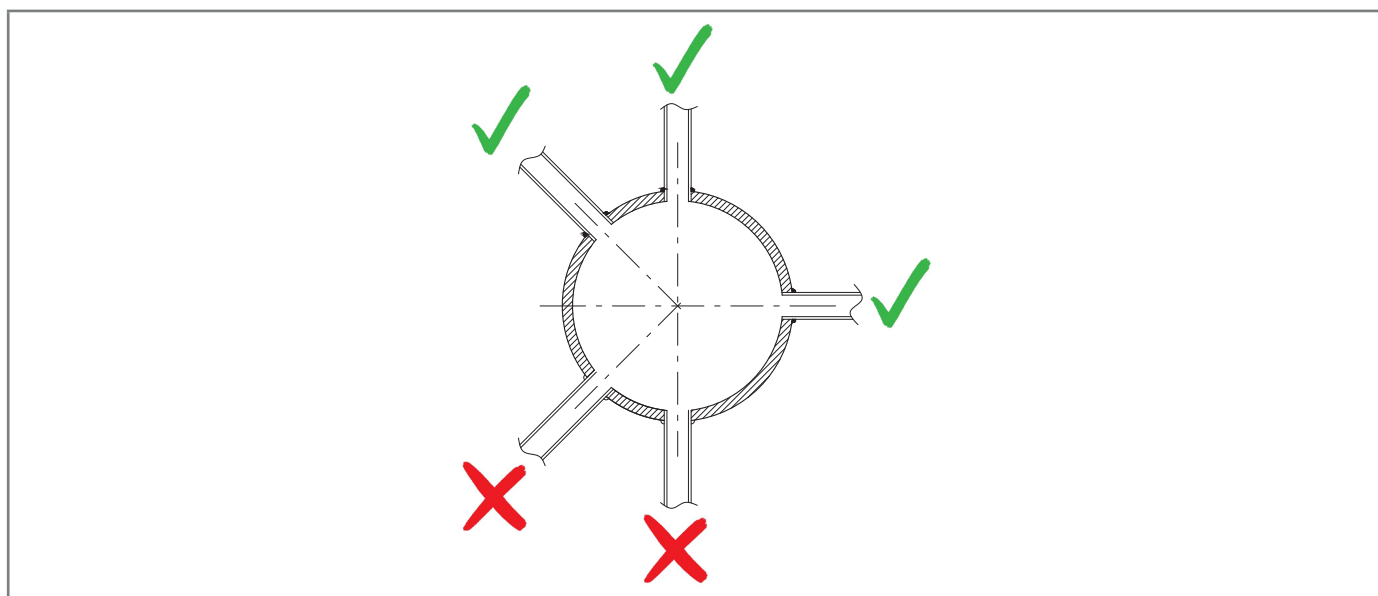

Fig. 6.30. Attacchi saldati della tubazione
- gli attacchi della connessione pneumatica siano sempre saldati sulla parte superiore o sull'asse orizzontale della tubazione stessa (fare riferimento alla Fig. 6.30);